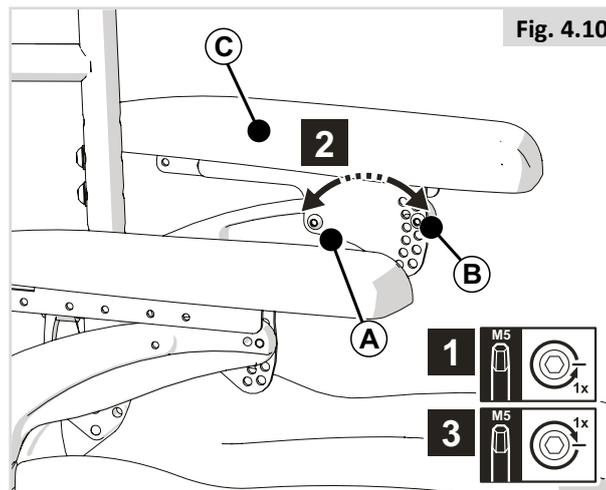

Fig. 4.10
##### PARTE 2 (Fig. 4.10)
Para chegar ao parafuso traseiro nas alturas mais baixas do apoio para o braço, desaperte os parafusos (A) na Fig. 4.10 e ajuste primeiro o ângulo da almofada.